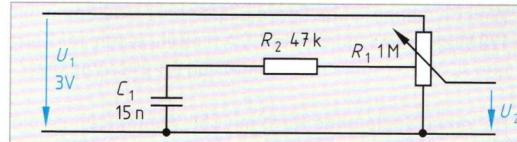

Bild 2: Lautstärkeeinstellung
- Das Lautstärkepotenziometer R_1 mit dem Gesamtwiderstand $1 \text{ M}\Omega$ von Bild 2 hat bei $0,3 \text{ M}\Omega$ vom Fußpunkt eine Anzapfung, an die $R_2 C_1$ angeschlossen sind. Berechnen Sie für $f = 100 \text{ Hz}$ und 10 kHz die Ausgangsspannung U_2 , wenn der Schleifer bei $0,5 \text{ M}\Omega$ steht. (Die Belastung bleibt unberücksichtigt.)
- a) Berechnen Sie bei der Potenziometerschaltung Bild 2 für $f = 100 \text{ Hz}$ und 10 kHz die Ausgangsspannung U_2 , wenn der Schleifer an der Anzapfung steht. Von dieser Anzapfung bis zum Fußpunkt beträgt der Widerstand $0,3 \text{ M}\Omega$. Das Potenziometer hat einen Gesamt-widerstand von $1 \text{ M}\Omega$. b) Warum wird das RC-Glied an die Potenziometeranzapfung geschaltet? (Die Belastung bleibt unberücksichtigt.)